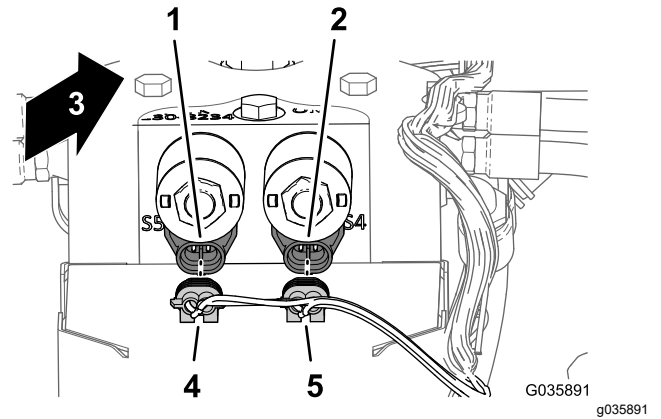

图 27
2. 如**图 27**所示在提升油缸歧管的后面将超声波喷洒臂线束的 2 个电气接头连接至控制超声波启用的螺线圈。